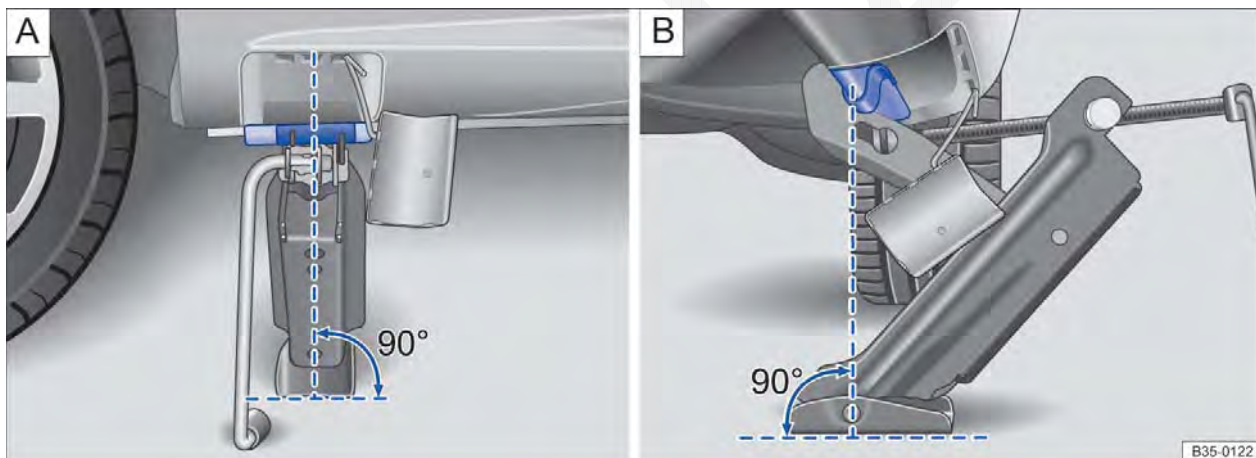

Fig. 237 Macaco posicionado no lado esquerdo traseiro do veículo.
9. Garantir que a base do macaco, com toda sua superfície, esteja sobre o chão e que a base se encontre perpendicularmente abaixo do ponto de colocação ⇒ Fig. 237.
10. Alinhar o macaco e, simultaneamente, levantar a garra do macaco até ela se encaixar na travessa debaixo do veículo ⇒ Fig. 237.
- Posicionar o macaco somente nos pontos indicados. A garra do macaco deve se encaixar no perfil da longarina de forma segura ⇒ Fig. 237.